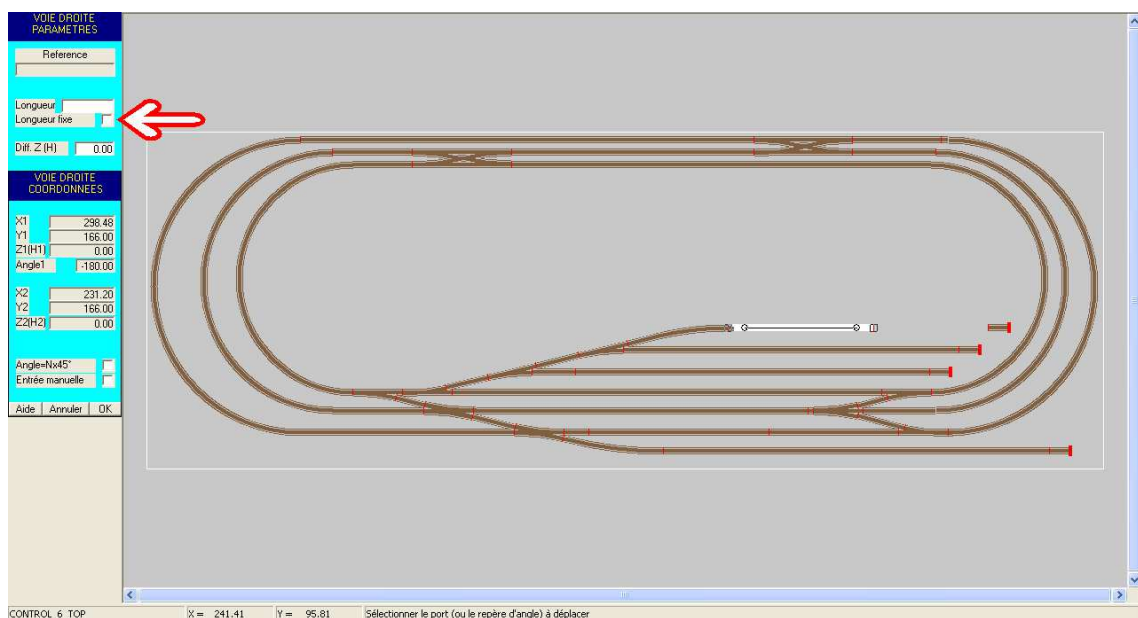

Figure MODIF-3: Modification de la position d'un port (l'autre reste connecté).
- Sinon, seul le port sélectionné suit la souris (l'autre reste en place). Si l'autre port est connecté, la direction du segment reste inchangée, et seule la longueur est modifiée (figure MODIF-3).